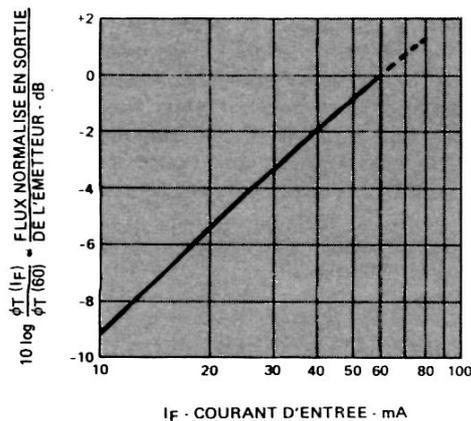

FIGURE 1 — Flux normalisé en sortie de l'émetteur en fonction du courant d'entrée
- ϕ_T flux lumineux en sortie de l'émetteur dépendant du courant de commande I_F (figure 1)
La figure 1 indique le flux optique normalisé en sortie de l'émetteur en fonction de diverses valeurs du courant de commande.